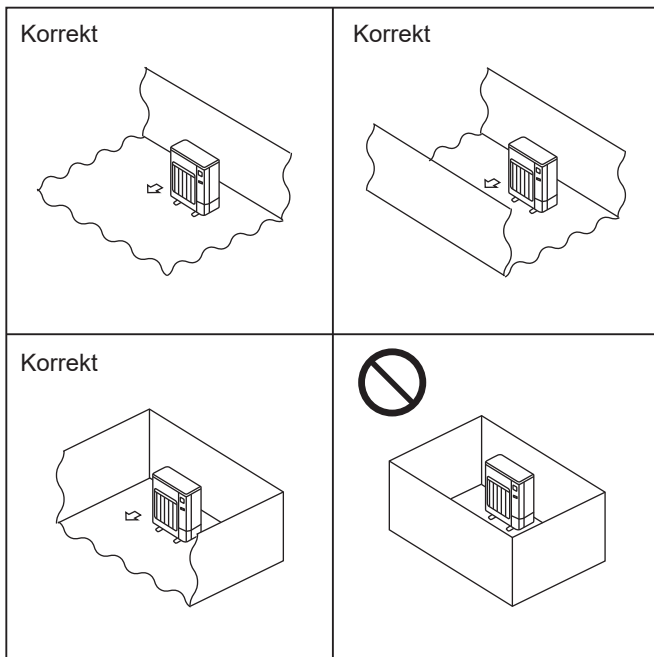

Fig. 2-1
- Monter utendørsenheter på et sted der minst én av fire sider er åpne, og i et tilstrekkelig stort område uten fordypninger. (Fig. 2-1)